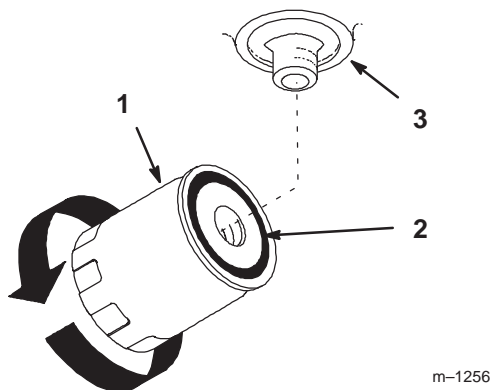

Figure 53
4. Appliquez une fine couche de liquide hydraulique sur le joint en caoutchouc du filtre de rechange (Fig. 53).
7. Quand le liquide déborde, tournez le filtre dans le sens horaire jusqu'à ce que le joint rejoigne l'adaptateur, puis donnez un demi-tour supplémentaire (Fig. 53).